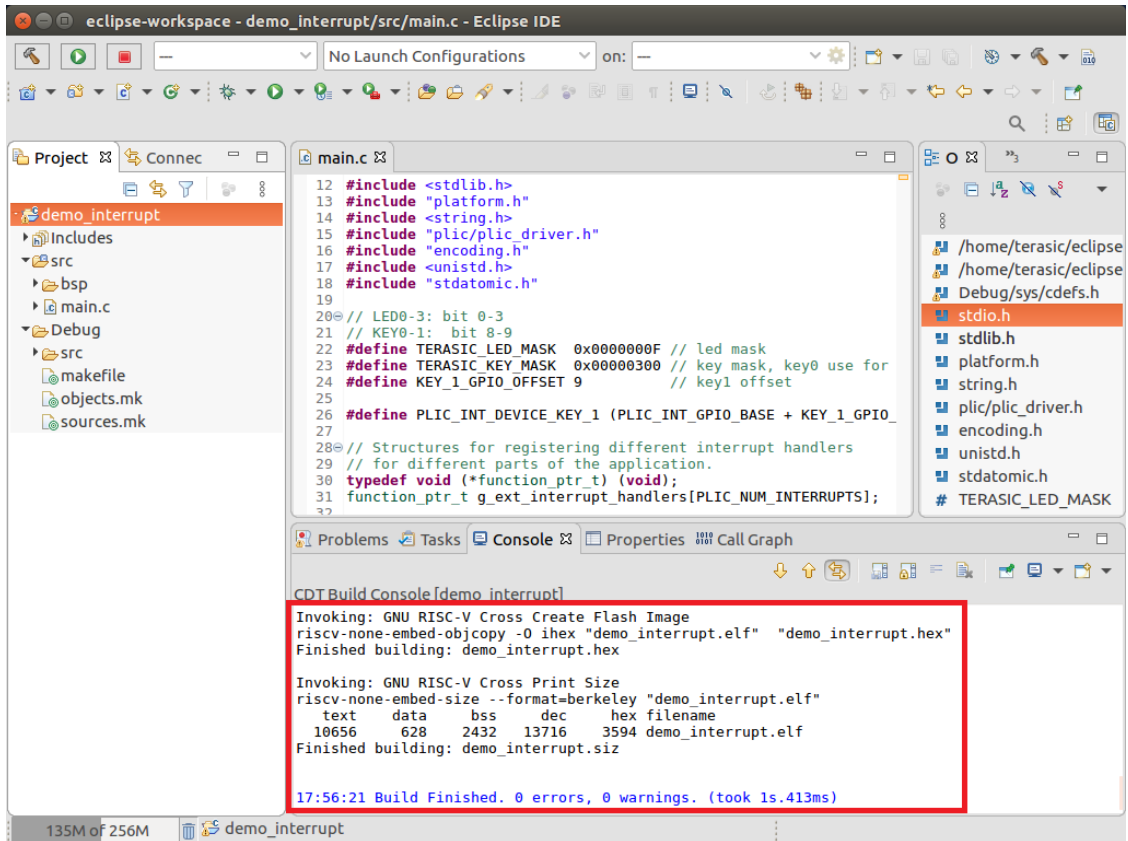

图4.2.12 编译成功
1. 在 Eclipse 主界面中，选中 demo\_interrupt工程，右键点击 Clean Project；再次选中 demo\_interrupt工程，右键点击 Build Project，若 demo\_interrupt 工程参照之前的步骤设置正确，则在这一步会编译成功，如图 4.2.12 所示。（注：需要右键点击 Refresh 才可以在 Debug 下拉项中看到生成的 .elf 文件）